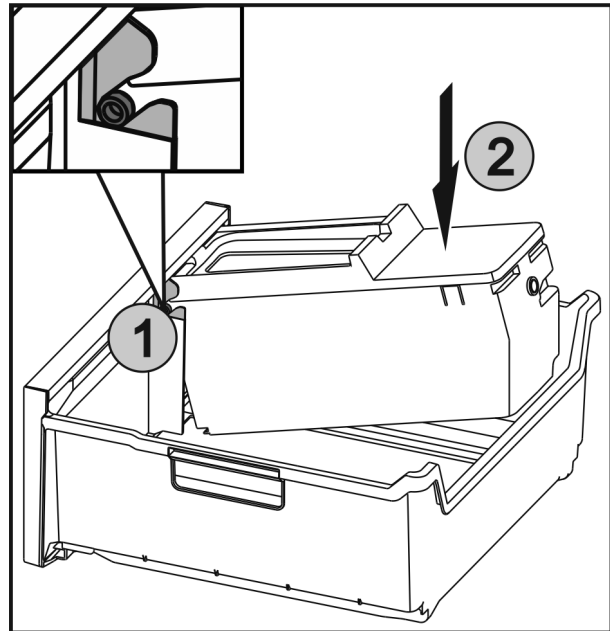

Fig. 76
- ▶ De assen Fig. 76 (1) van EasyTwist-Ice in de geleidingen schuiven en de achterste zijde Fig. 76 (2) erin drukken tot de lip vergrendelt.